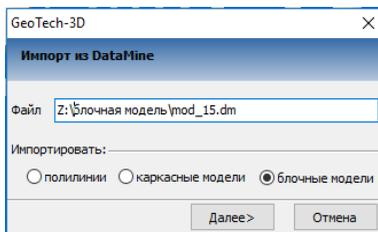

Рис. 15.31. Импорт из DM файлов
Импорт из DM файлов вызывается командой **Действия/Импорт из файла**. В появившемся диалоге открытия файлов в поле **Тип файла** необходимо выбрать файлы datamine (DM), указать имя файла и нажать кнопку **Открыть**. При выполнении импорта появляется диалоговое окно (рис. 15.31).